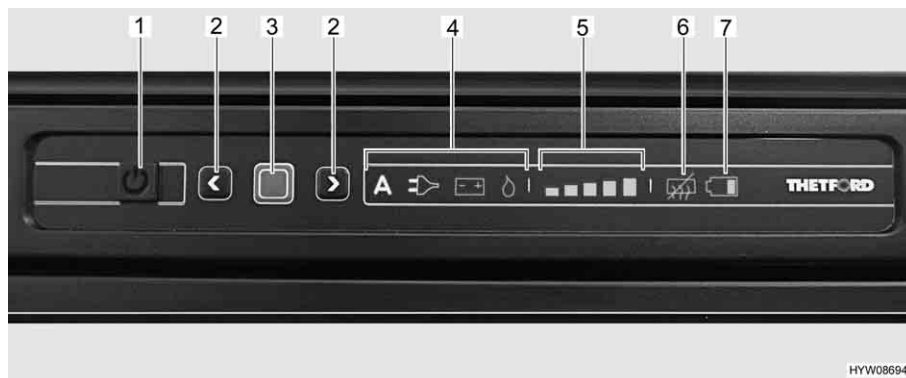

Fig. 179 Elementos de mando para el frigorífico
Después de conectar, el frigorífico automáticamente seleccionará el ajuste más reciente del termostato. Este reajuste puede modificarse manualmente con las teclas de flecha (Fig. 179,2). Las barras luminosas de la visualización de las etapas de refrigeración (Fig. 179,5) indican el ajuste seleccionado del termostato.
Con las teclas de flecha (Fig. 179,2) se ajusta la temperatura de refrigeración para los tres tipos de energía. Durará algunas horas hasta que el frigorífico alcance la temperatura de servicio ajustada. Al conmutar el modo de funcionamiento se mantiene el ajuste del termostato. La temperatura de refrigeración se mantiene independientemente del tipo de energía.
- Pulsar la tecla On/Off (Fig. 179,1) por 1 segundo. La tecla se ilumina de color verde. Los visualizadores se iluminan durante 10 segundos y luego se atenúan en modo de ahorro de energía.
- Pulsar la tecla de confirmación (Fig. 179,3). Se visualizará el ajuste actual del modo de funcionamiento.
- Pulsar la tecla de confirmación (Fig. 179,3) por aprox. 2 segundos. Los símbolos de modo de funcionamiento (Fig. 179,4) parpadean.
- Seleccionar el modo de funcionamiento deseado a través de las teclas de flecha (Fig. 179,2).
- Pulsar la tecla de confirmación (Fig. 179,3) por aprox. 2 segundos. Los símbolos de modo de funcionamiento parpadean.
- Pulsar de nuevo la tecla de confirmación. El indicador de los niveles de refrigeración (Fig. 179,5) parpadea.
- Seleccionar la potencia frigorífica deseada a través de las teclas de flecha (Fig. 179,2).
- Pulsar la tecla On/Off (Fig. 179,1) por aprox. 2 segundos. Se apagarán todos las lámparas.
- Pulsar simultáneamente las dos teclas de flecha (Fig. 179,2) durante aprox. 2 segundos. Se ilumina el símbolo de "Anticondensación apagada" (Fig. 179,6).
- Pulsar simultáneamente las dos teclas de flecha (Fig. 179,2) durante aprox. 2 segundos. Se apaga el símbolo de "Anticondensación apagada" (Fig. 179,6).